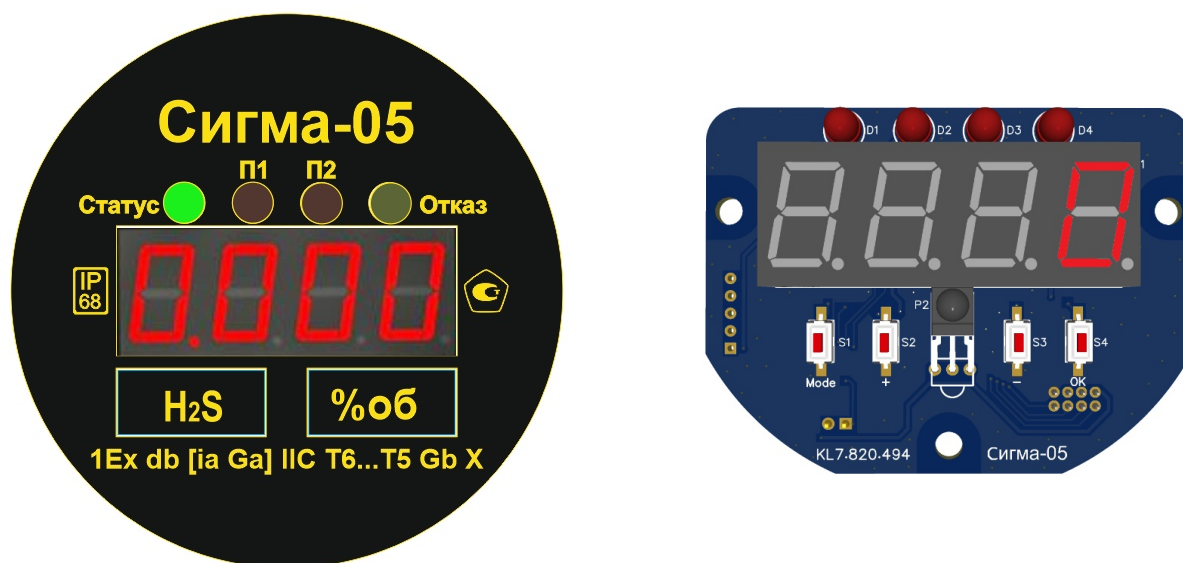

Рисунок 20 — Внешний вид модуля экрана (с накладкой и без нее)
3.5.1.1 Все регулировки, калибровка и настройка параметров газоанализатора выполняются через интерфейсное меню на модуле экрана (рисунок 20).